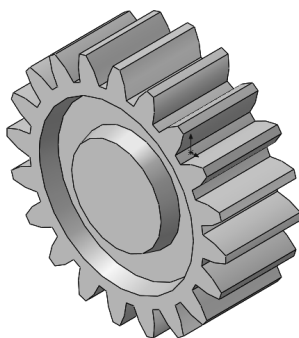

图 9-67 生成圆周阵列齿轮各轮齿
- [5] 单击【确定】按钮，单击【视图】/【临时轴】，在视图中关闭临时轴，生成圆周阵列齿轮各轮齿，如图 9-67 所示。